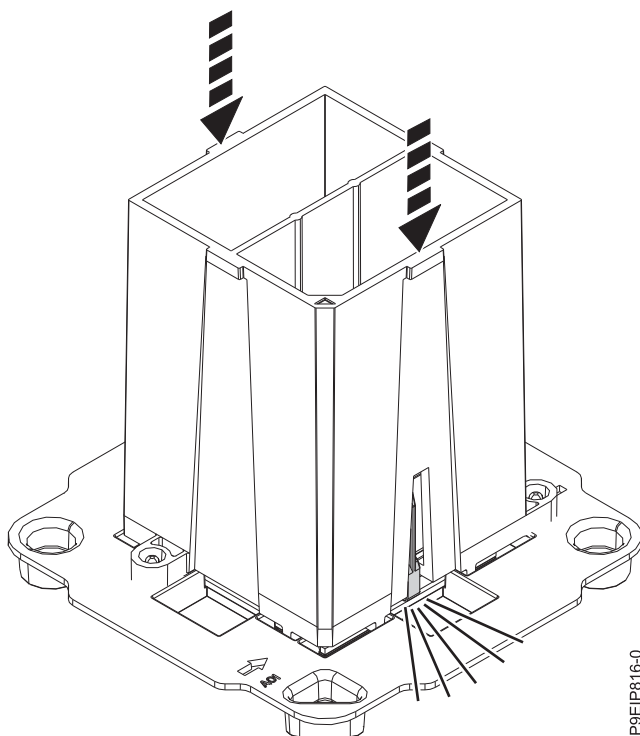

Figura 62. Bloqueando o módulo de processador do sistema na ferramenta
4. Com a ferramenta de remoção posicionada na parte superior do módulo de processador do sistema, pressione a ferramenta para travar o módulo de processador do sistema na ferramenta, conforme mostrado na Figura 62 na página 62.